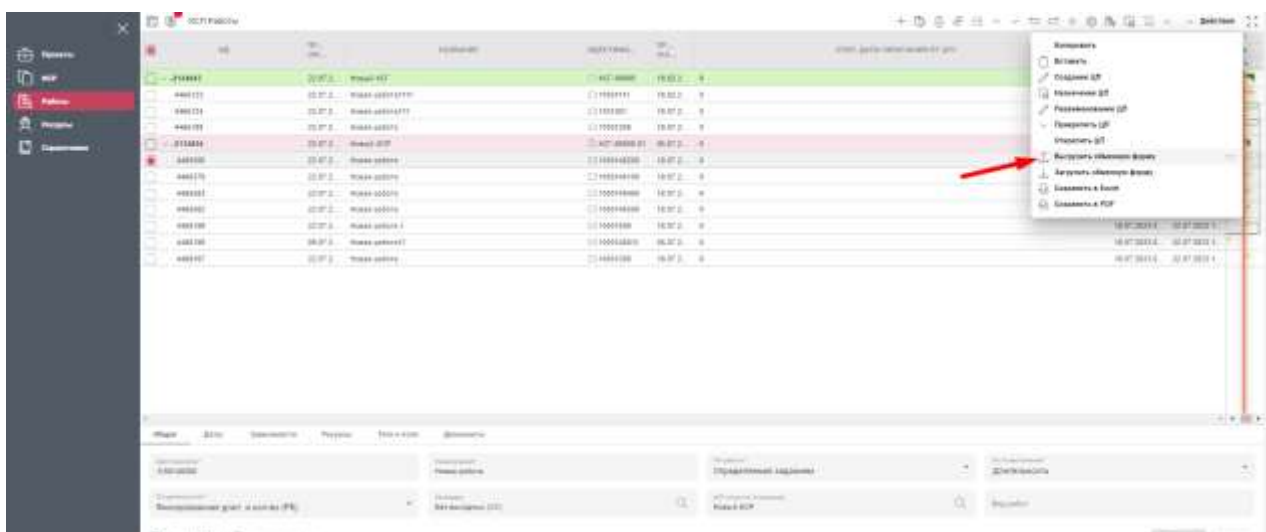

Рисунок 135 – Раздел «Работы», Действия – Экспорт обменной формы
- 2.1 Нажать в меню «Действие» (в разделе Работы), далее - «Экспорт обменной формы» (Рисунок 135).